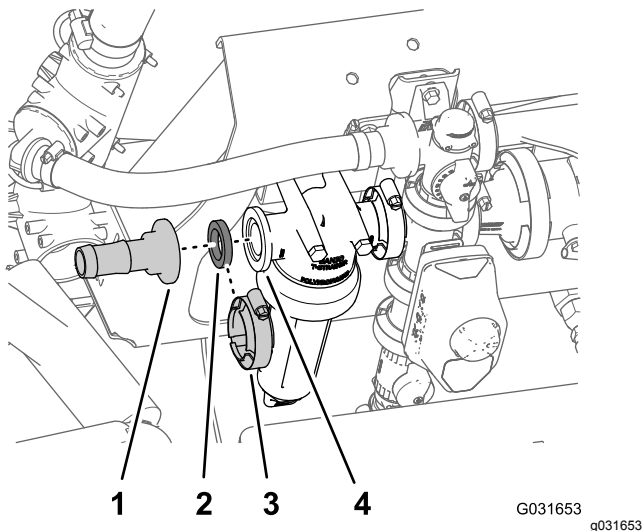

Bild 221
3. Entfernen Sie die Flanschklemme, mit der das gerade gezahnte Anschlussstück und die Dichtung am Flansch des Filterkopfs befestigt ist, und nehmen Sie das Anschlussstück ab (Bild 221).